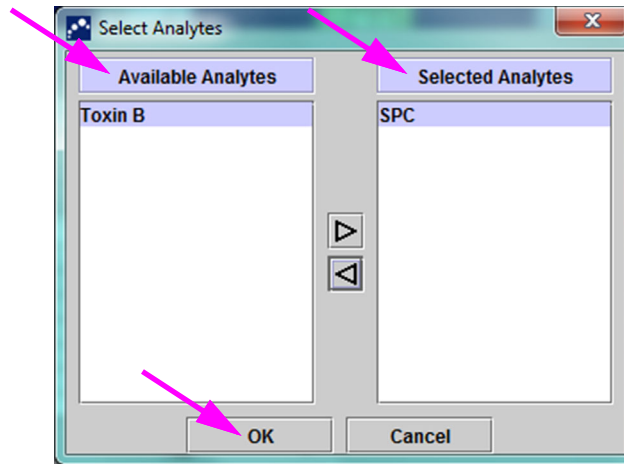

Figura 6-3. Caseta de dialog Selectare analiți
- Butonul **Selectare analiți (Select Analytes)** - Selectați analiții. Apăsând butonul **Selectare analiți (Select Analytes)** pentru a afișa analiții aplicabili acestei analize. Se afișează caseta de dialog **Selectare analiți (Select Analytes)**. Consultați Figura 6-3.